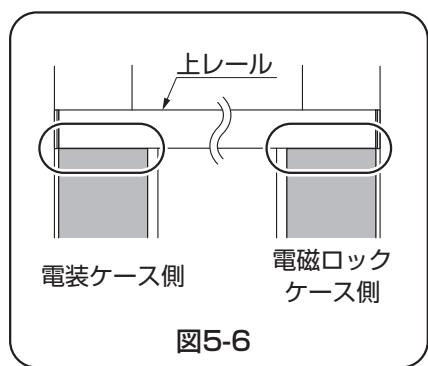

図5-6
- ケースカバーと上レールの間にすき間がないようにつき当てて取付けてください。（図5-6参照）